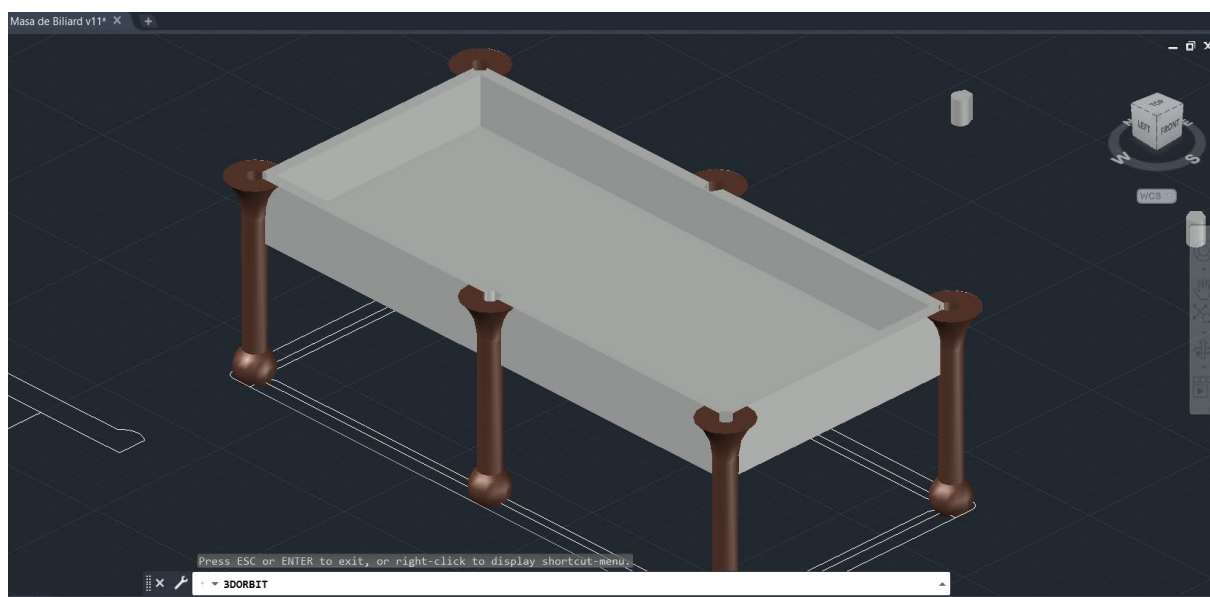

Figura 21 - Finalizare componentă Base+Găuri
În final, am ajuns la urmatorul rezultat care este prezentat în figura 21. De specificat este faptul că înainte să utilizez prima dată comanda *Subtract (SU)*, am copiat cele 6 obiecte create folosind funcția *Copy* pentru a le putea utiliza și a doua oară când am folosit aceeași comandă.